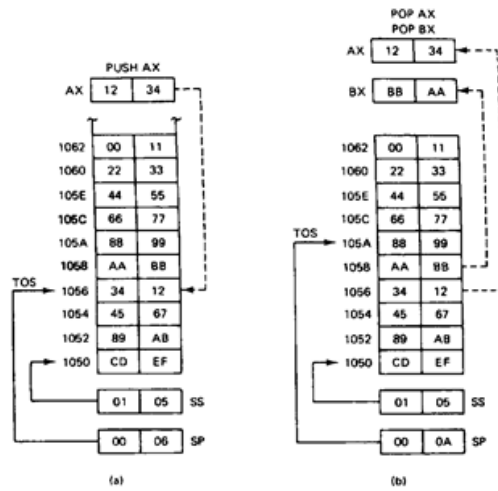

Figura 2.9: (a) Pila Con POP (b) Después de ejecutar POP
- Instrucciones Call, Return, Push y Pop (Figura 2.9).